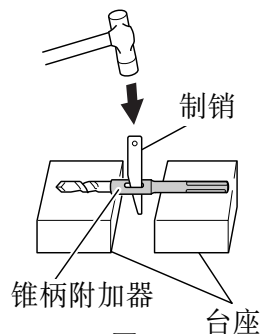

图 24
- (3) 接通开关，按预定深度钻开一个孔口。
- (4) 拆卸钻头时，可将制销插入锥柄附加器的缝隙，把钻头放在台座上，用锥子敲打制销头部。(图 24)